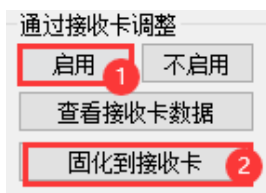

图 8.3.4 接收卡色域调整
- ◆ 接收卡色域调整: 点击“启用”，点击“固化到接收卡”，接收卡色域调整完成，查看屏幕色域调整效果。如图 8.3.4 所示。